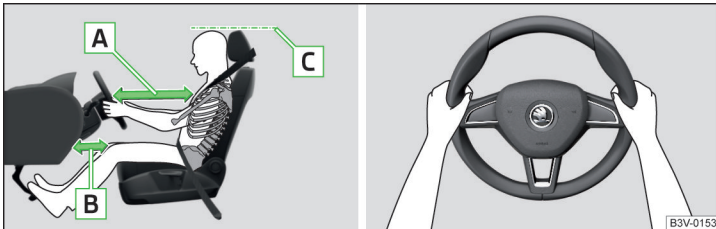

Abb. 23 Richtige Sitzposition des Fahrers / Richtige Lenkradhaltung
- ✓ Bei Fahrzeugen mit Fahrer-Knieairbag den Fahrersitz in Längsrichtung so einstellen, dass der Abstand der Beine zur Schalttafel im Bereich des Knieairbags mindestens 6 cm beträgt » Abb. 23 - [B].
- ✓ Das Lenkrad so einstellen, dass der Abstand zwischen Lenkrad und Brustbein mindestens 25 cm beträgt » Abb. 23 - [A].
- ✓ Die Kopfstütze so einstellen, dass die Oberkante der Kopfstütze sich möglichst auf einer Höhe mit dem oberen Teil Ihres Kopfes befindet (gilt nicht für Sitze mit integrierter Kopfstütze) » Abb. 23 - [C].
- Während der Fahrt das Lenkrad mit beiden Händen seitlich am äußeren Rand in der „9-Uhr“- und „3-Uhr“-Position festhalten » Abb. 23. Niemals das Lenkrad in der „12-Uhr“-Position oder in einer anderen Art und Weise festhalten (z. B. in der Lenkradmitte, am inneren Lenkradrand u. Ä.). Andernfalls könnte man sich bei der Airbagauslösung schwere Verletzungen an Armen, Händen und Kopf zuziehen.
- ✓ Die Kopfstütze so einstellen, dass die Oberkante der Kopfstütze sich möglichst auf einer Höhe mit dem oberen Teil Ihres Kopfes befindet » Abb. 23 auf Seite 26 - **C** (gilt nicht für Sitze mit integrierter Kopfstütze).
- ✓ Die Kopfstütze so einstellen, dass die Oberkante der Kopfstütze sich möglichst auf einer Höhe mit dem oberen Teil des Kopfes befindet » Abb. 23 auf Seite 26 - **C**.